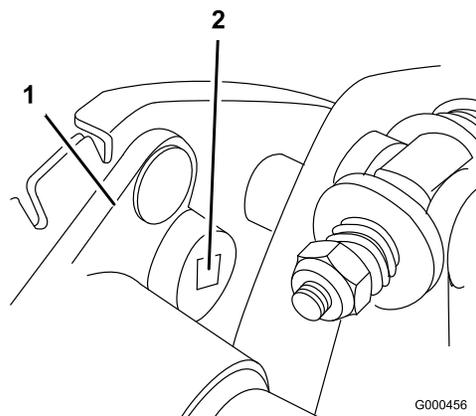

Figure 40
- B. À l'aide d'une clé dynamométrique de 3/8 pouce, tournez le logement de roulement à un couple de 4 à 4,5 Nm pour obtenir la tension voulue (Figure 40).